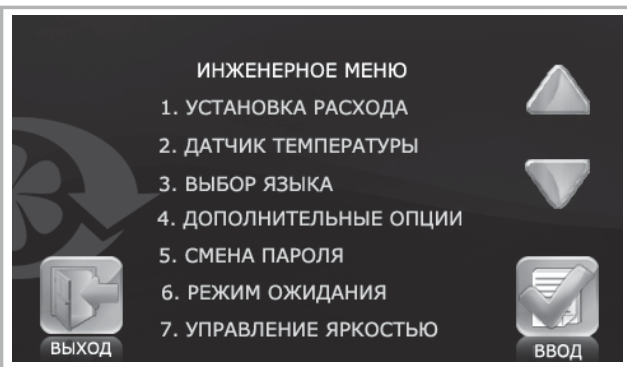

Рис. 16. Инженерное меню
Навигация в инженерном меню осуществляется следующими кнопками (рис. 16, 17):
■ В списке инженерного меню выберите пункт **УСТАНОВКА РАСХОДА** и нажмите кнопку **ВВОД** (рис. 16).
■ Для выбора датчика управления нагревом в списке инженерного меню выберите пункт **ДАТЧИК ТЕМПЕРАТУРЫ** и нажмите кнопку **ВВОД**  (рис. 16).
кнопку **ВВОД** (рис. 16).
ПОЛНИТЕЛЬНЫЕ ОПЦИИ и нажмите кнопку **ВВОД** (рис. 16).
- В списке инженерного меню выберите пункт **СМЕНА ПАРОЛЯ** и нажмите кнопку **ВВОД** (рис. 16).
- В списке инженерного меню выберите пункт **РЕЖИМ ОЖИДАНИЯ** и нажмите кнопку (рис. 16).
- В списке инженерного меню выберите пункт **УПРАВЛЕНИЕ ЯРКОСТЬЮ** и нажмите кнопку **ВВОД** (рис. 16).